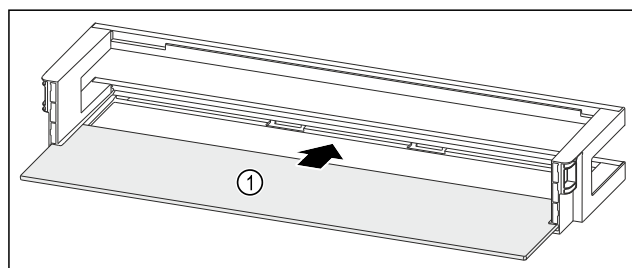

Fig. 277 Türabsteller mit Abstellfläche
- Abstellfläche Fig. 277 (1) in die seitlichen Aussparungen einschieben.